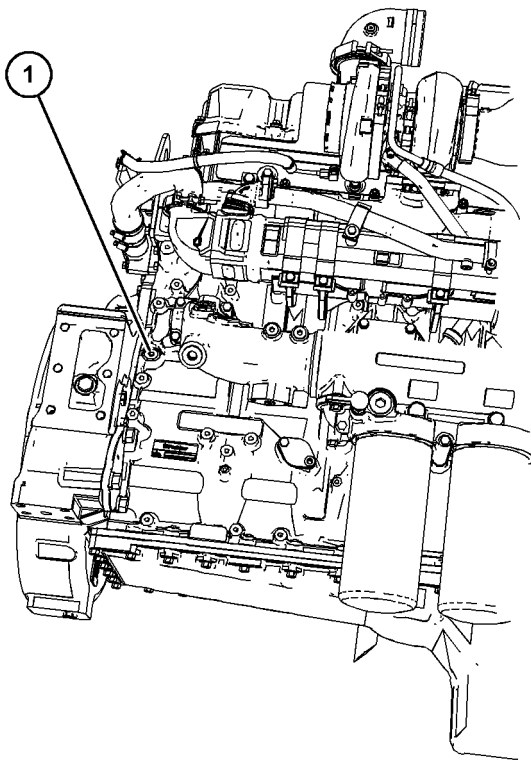

Abbildung 89
Einen der in Abbildung 89 gezeigten Stopfen entfernen, um mit dem Motorölsystem zu verbinden. Das Verbindungsteil benötigt die Maße 9/16" x 18 TPI (Gangzahl je Zoll). Darauf achten, dass die richtige Ölsorte verwendet wird; zu weiteren Informationen siehe dieses Betriebs- und Wartungshandbuch, "Flüssigkeitsempfehlungen". Wenn die Motorinnenflächen geschmiert sind, Verbindungsteil entfernen und Stopfen (1) einschrauben. Den Stopfen mit einem Anziehdrehmoment von 30 N·m (265 lb in) festziehen. Perkins empfiehlt, das Verfahren bei einer Umgebungstemperatur von mindestens 10° C (50° F) durchzuführen.